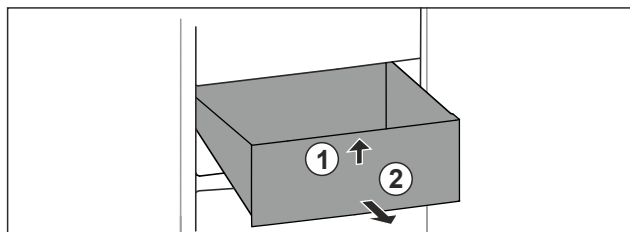

Fig. 101
- Schubfach vorne anheben. Fig. 101 (1)
- Schubfach nach vorne entnehmen. Fig. 101 (2)